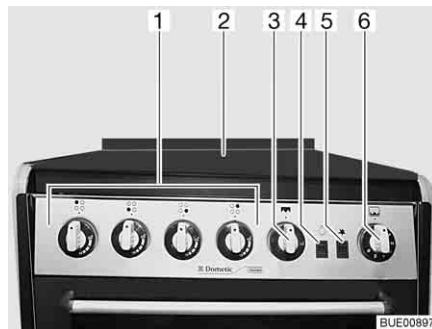

Fig. 153 Fornello a gas con forno e grill
- Aprire la copertura del fornello a gas (Fig. 153,2).
- Ruotare il pomello girevole (Fig. 153,1) dell'apparecchio a fiamma libera desiderato in posizione accesa (fiamma alta) e premere.
- Premere il pulsante per l'accensione (Fig. 153,5) finché la fiamma non brucia.
- ▷ Con l'interruttore (Fig. 153,4) si accende e si spegne la luce nel forno.
- Premere leggermente il pomello girevole (Fig. 153,3) e ruotare in posizione accesa (fiamma alta).
- Premere leggermente il pomello girevole (Fig. 153,6) e impostarlo su una posizione di accensione tra 1 e 6.